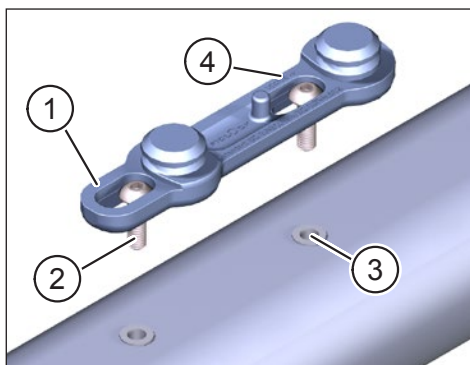

Fig. 1: Fissare la Base FIDLOCK® Bike alla e-bike
- Fissare la Base FIDLOCK® Bike (Pos. 1 in Fig. 1) con le due viti a testa di bottone (Pos. 2 in Fig. 1) nelle filettature previste a questo scopo (Pos. 3 in Fig. 1, seguire le specifiche del produttore della bicicletta) all'interno del telaio della e-bike.